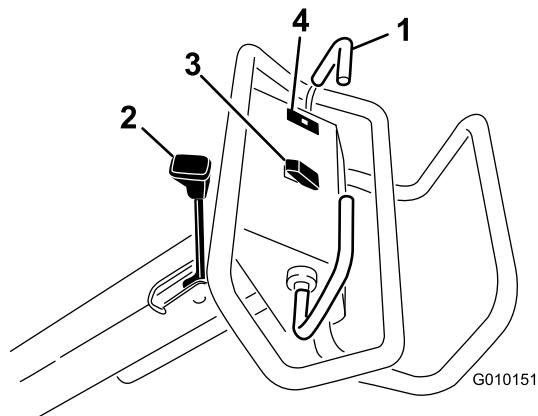

Bild 13
Bewegen Sie den Fahrantriebshebel nach vorne, um vorwärts zu fahren. Bewegen Sie den Fahrantriebshebel nach hinten, um rückwärts zu fahren (Bild 13).
Schieben Sie zur Aktivierung der Feststellbremse den Hebel zum Motor. Schieben Sie zum Auskuppeln der Feststellbremse den Hebel nach vorne (Bild 13).
Die Öldruckwarnlampe (Bild 13) leuchtet auf, wenn der Öldruck im Motor unter ein sicheres Niveau abfällt. Wenn der Öldruck je niedrig ist, stellen Sie den Motor ab und suchen Sie nach der Ursache. Beheben Sie den Schaden, bevor Sie den Motor wieder anlassen.
**Anheben:** Drücken Sie den Schalter oben (Bild 13), um den Aerifizierungskopf anzuheben und auszukuppeln. Hubdruck besteht nur bei laufendem Motor. Wenn der Aerifizierungskopf unter der Transporthöhe ist, siehe Zurücksetzen des Systemsteuerungsschaltkreises“.
**Absenken/Aktivieren:** Drücken Sie den Schalter unten (Bild 13), um den Aerifizierungskopf abzusenken und einzukuppeln. Der Fahrantriebshebel muss in der Vorwärtsstellung sein, um den Schalter zu aktivieren.